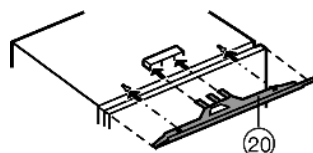

Fig. 10
- Установите выравнивающий козырек *Fig. 10 (20)* в устройство посередине: вдвиньте в перемычку и навесьте на замочные отверстия.